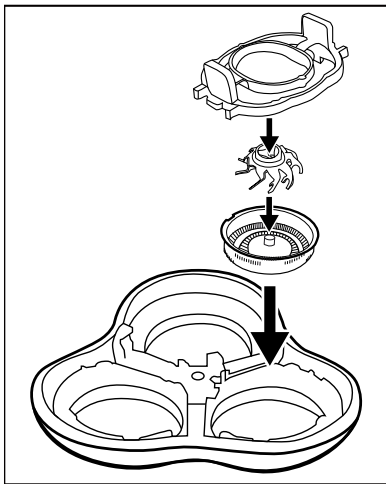

Fig. 4
- 4) Riassemblare l'unità di taglio ②. A tale scopo utilizzare come ausilio la seguente illustrazione (vedere fig. 4).